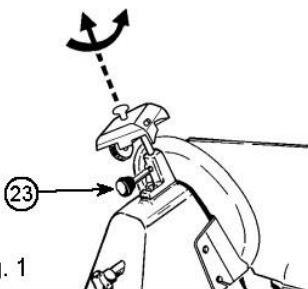

Fig. 1
- Vérifiez que la cloison mobile est fermée (bouton gradué (6) en position "0").
partie de la lame à affûter. • Réinsérez la prise. • Desserrez le bouton de verrouillage (13) du module aiguiseur (9). • Soulever le module aiguiseur (9), en le tournant de 180 ° de sorte que les deux roues soient en position de travail. Voir Fig. 1. • Abaissez le module aiguiseur
(9) jusqu'à ce qu'il s'enclenche. • Fixez le groupe en tournant le bouton de verrouillage (13). Voir Fig.